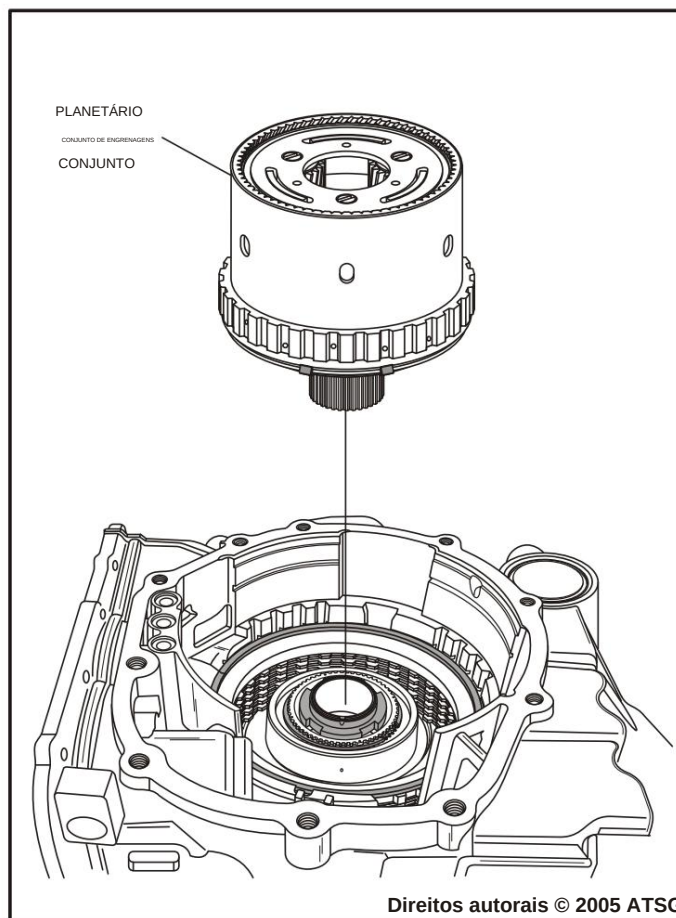

Figura 49
50. Remova o conjunto de engrenagens planetárias e o conjunto da calha inferior da caixa da transmissão, conforme mostrado na Figura 49.
Nota: Unidade F4A51 com calha ilustrada na Figura 49, calha não utilizada em todos os modelos.